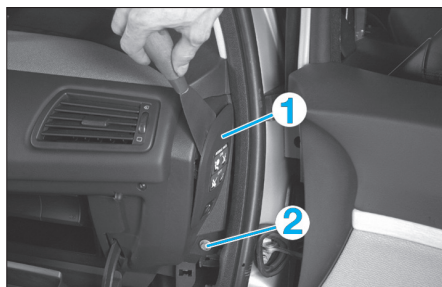

Fig. 1
- Décliper le cache (1) (Fig.1).